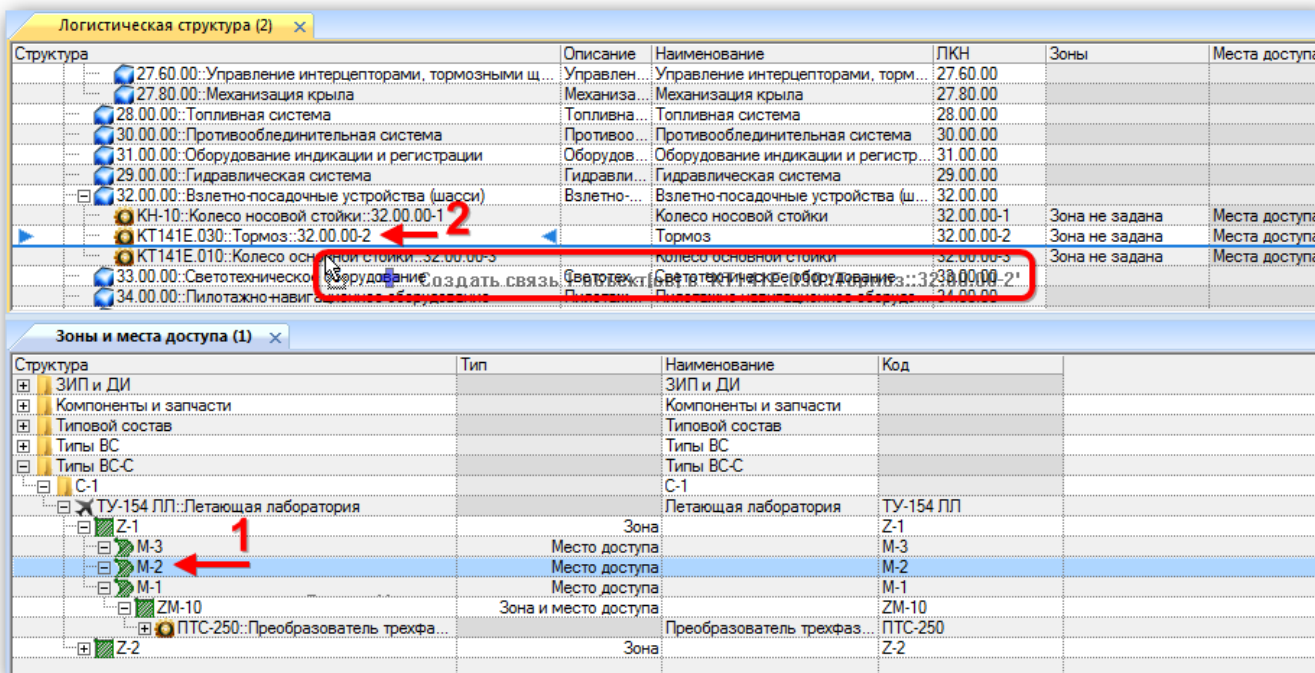

Рис. 10-123 – Переместить место доступа в окно связанных объектов
- Переместить компонент из окна «Логистическая структура» на место доступа («Место доступа» или «Зона и место доступа») в рабочее окно «Зоны и места доступа» (рис. 10-123) или переместить компонент на другое место доступа в окне «Зоны и места доступа».